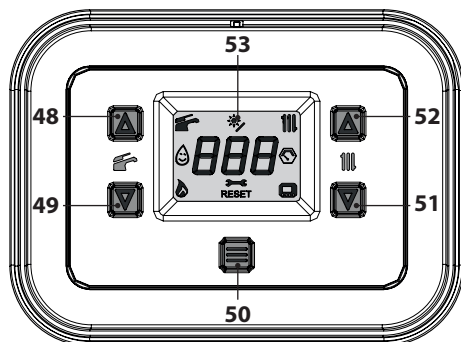
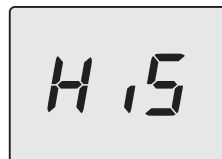
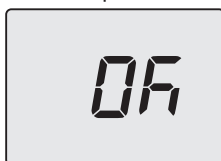

Figura 9.5
Figura 9.6
Figura 9.10
- Entrare in "modalità programmazione" premendo contemporaneamente per 5 secondi i tasti 49 e 51 (Figura 9.5) fino a far apparire sul display LCD le lettere **HiS** che indicano il menu "Storico delle caldaia" (Figura 9.6).
- Premendo il tasto 50 (Figura 9.5) si ottiene la conferma del valore inserito. Il display visualizzerà per 5 sec. quanto segue (Figura 9.10) poi, si porterà al livello superiore.
- tenere premuti contemporaneamente i tasti 49 e 51 per 5 sec. (Figura 9.5) (ritorno al livello precedente).